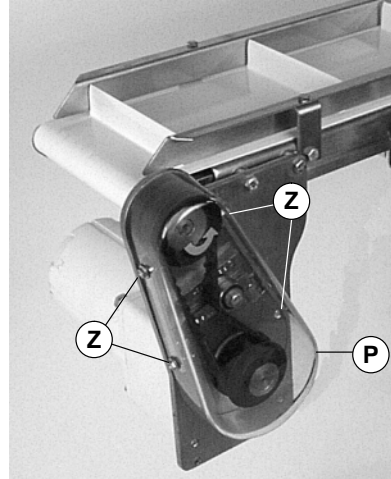

Abbildung 8
**HINWEIS: Die Schrauben nicht zu fest anziehen (Z siehe Abbildung 8).**
8. Die Abdeckung installieren (P siehe Abbildung 8), und vier (4) Schrauben (Z) mit 4 Nm festziehen.